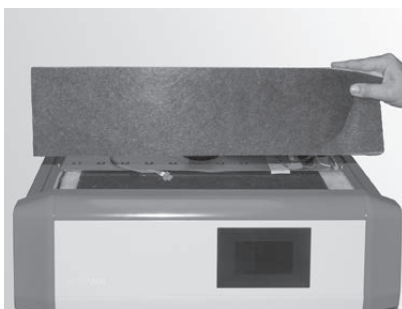
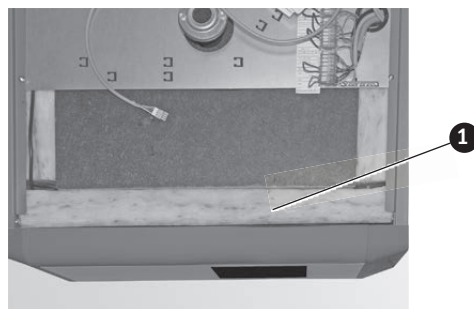

Fig. 88 Isolierung ins Bedienfeld stecken
Fig. 89 Isolierung ins Bedienfeld stecken – Ansicht von oben
- ▶ Isolierung innen ins Bedienfeld stecken – Fig. 88, Fig. 89.